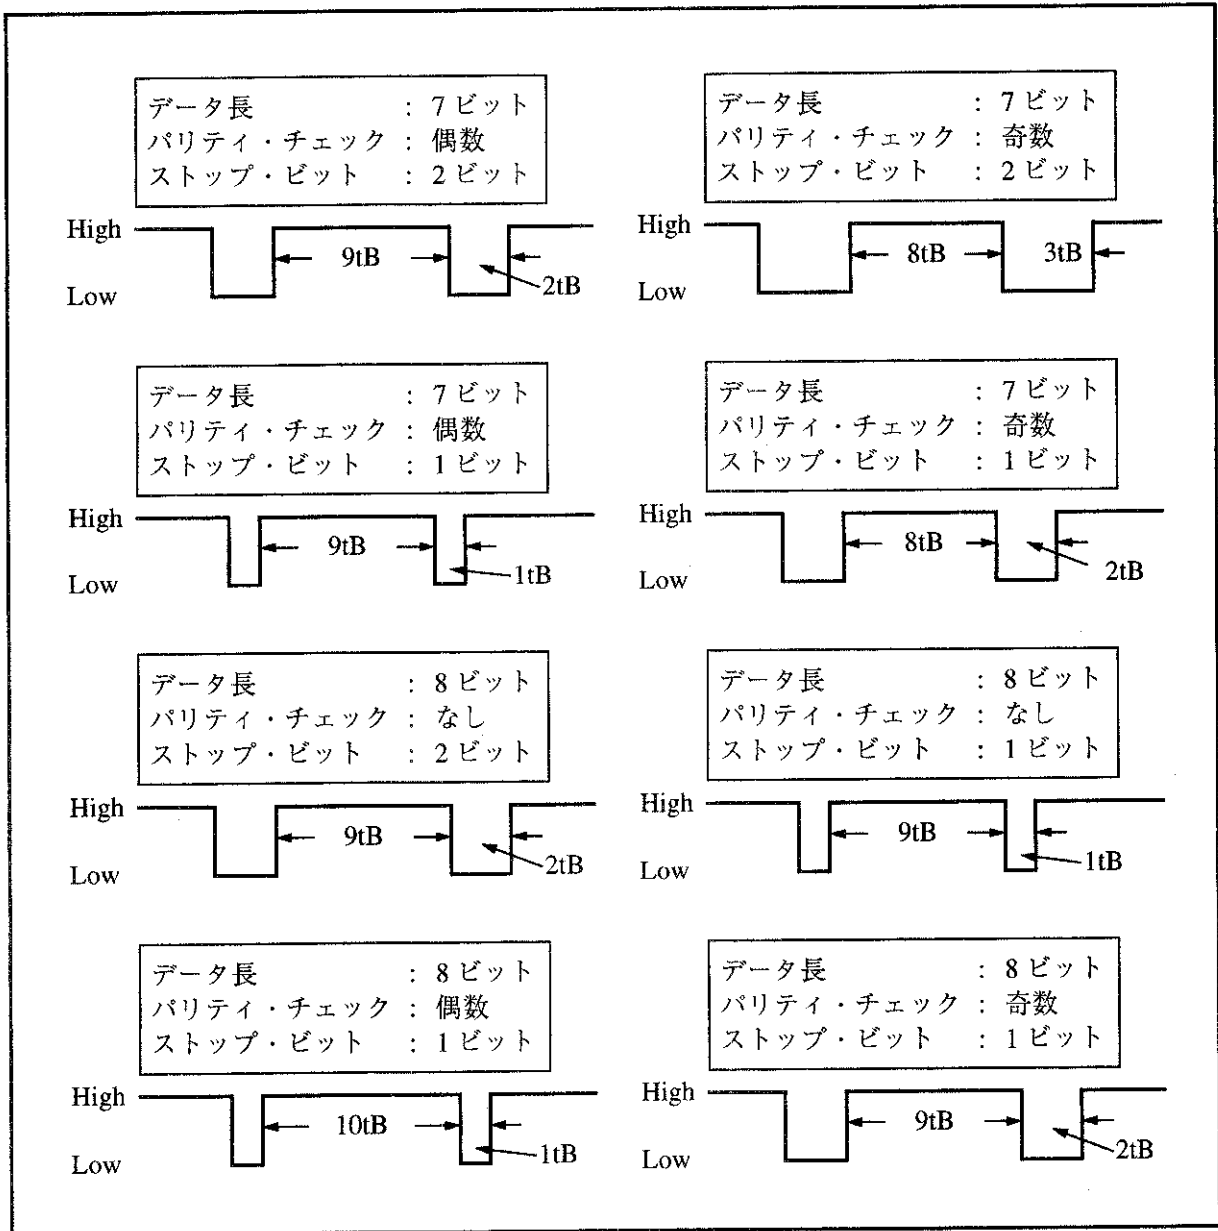

図 14-3 シリアル入出力タイミング
- ① (1)と同様に操作を行って下さい。このとき、設定データを00にします。
- ② コネクタ 2-7(GND)間をオシロスコープで観測し、[図 14-3] シリアル入出力タイミングと一致することをチェックして下さい。図中の tB の計算式は、以下のようになります。